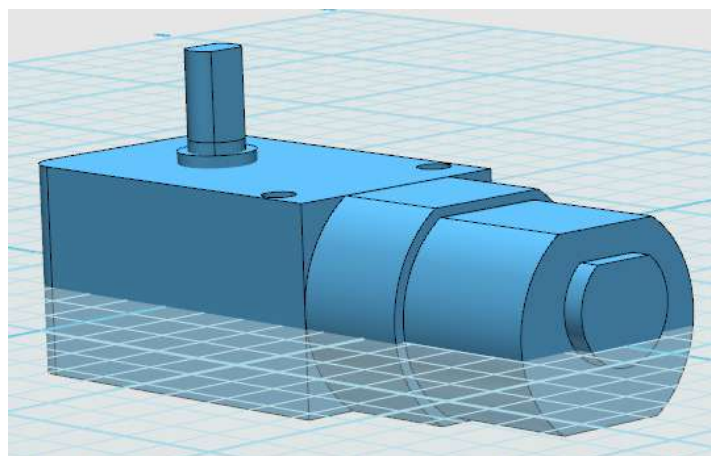

图 15-39
18. 点击草图绘制选择矩形和圆形命令，坐标如图 15-35、15-36 所示。绘制完成后点击草图编辑选择裁剪命令，完成后如图 15-37 所示。点击绘制完的草图，选择拉伸命令，高度为 2。完成后如图 15-39 所示。
19.再次点击左侧的自动吸附选项，完成后如图 15-39 所示。